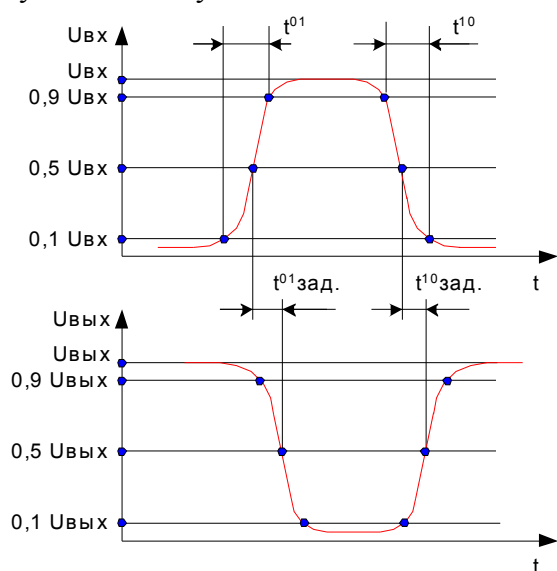

Рис. 178
1. Время переключения из логического нуля в логическую единицу  $t^{01}$  – это время, за которое напряжение на входе или выходе возрастает от 0,1 до 0,9 уровня логической единицы (смотрите рисунок 178).